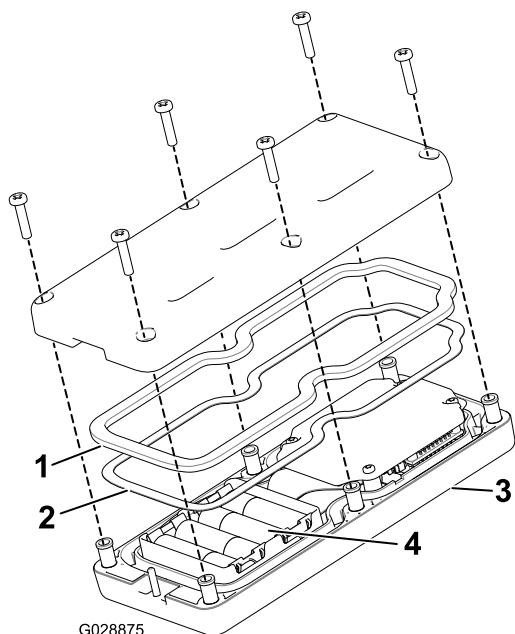

Figura 46
3. Retire los 6 tornillos de la parte trasera del control remoto y quite la tapa (Figura 46).
5. Inserte cada pila nueva en su alojamiento observando la polaridad correcta. (Si las pilas se instalan de forma incorrecta, la unidad no resultará dañada, pero no funcionará.) El alojamiento lleva marcas de polaridad para cada terminal grabadas en relieve (Figura 46).
6. Si quita la junta de goma o el obturador de acero por accidente, colóquelos de nuevo con cuidado en su lugar del control remoto de mano (Figura 46).
7. Vuelva a colocar la tapa y ajústela con los 6 tornillos que retiró anteriormente (Figura 46) y apriételos a 1,5-1,7 N m.